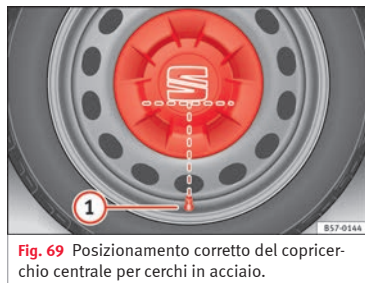

Fig. 69 Posizionamento corretto del copricerchio centrale per cerchi in acciaio.
- Collocare il copricerchio centrale sul cerchio. La parte inferiore della sigla "S" dell'emblema di SEAT deve coincidere con la valvola di gonfiaggio »» fig. 69 1.